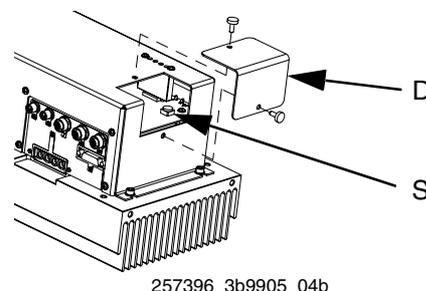

FIG. 9
El módulo de control de motor usa un conmutador giratorio de 8 posiciones (S) para ajustar la presión máxima de trabajo del sistema. Vea la FIG. 9.
2. Retire la cubierta de acceso (D). Vea la FIG. 9.
3. Configure el conmutador selector (S).
4. Instale la cubierta de acceso (D).